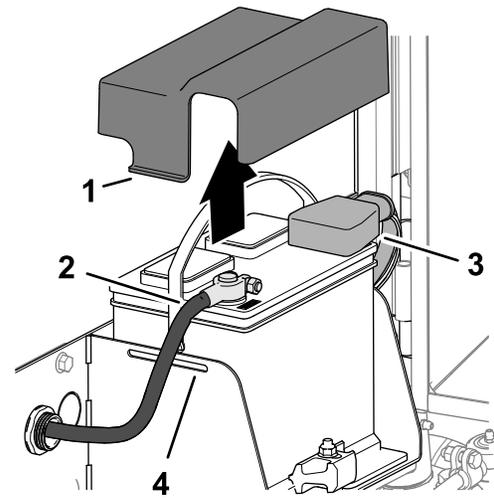

Bild 96
3. Drücken Sie die Seite der Batterieabdeckung zusammen und entfernen Sie die Abdeckung von Batteriefach (Bild 96).